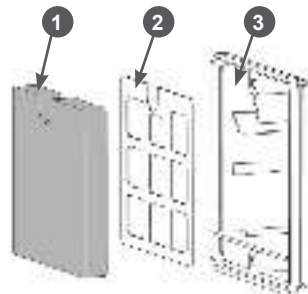

Рис. 13 Обслуживание воздушного фильтра
- Извлеките из основания 3 фильтрующий элемент 1 и сепаратор 2 (Рис. 13).